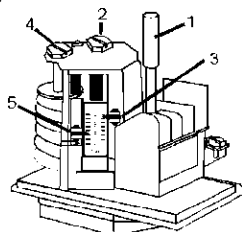

Fig.2:
### Réglage (Fig.2):
- Version avec réarm. manuel (FF 4-...DRH ou DDH) : Appuyer le bouton 1 (fig.2) pour réarmer lorsque la pression a dépassé le seuil bas ou haut suivant le modèle.